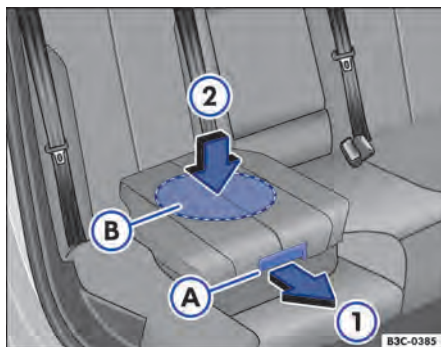

Fig. 88 Cadeira de criança integrada: rebater o estofamento do banco de volta.
- Pela alavanca de destravamento \Rightarrow Fig. 88 **A**, puxar o estofamento do banco para frente no sentido da seta **1**.
Ao rebater a cadeira de criança integrada de volta, pressionar somente no meio do estofamento do banco \Rightarrow Fig. 88 **2**. Caso contrário, o estofamento do banco pode emperrar e não ser travado de maneira segura.